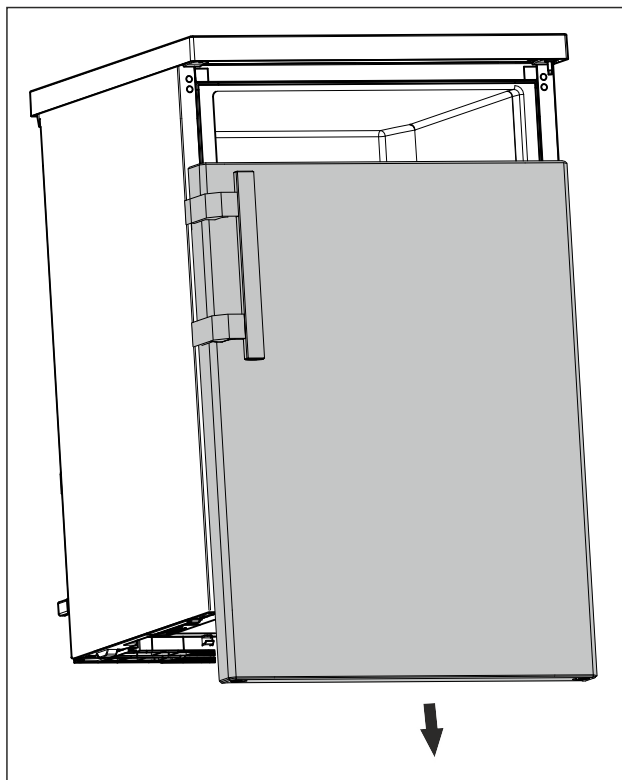

Fig. 12
- ▶ Vrata snemite navzdol. (glejte Fig. 12)